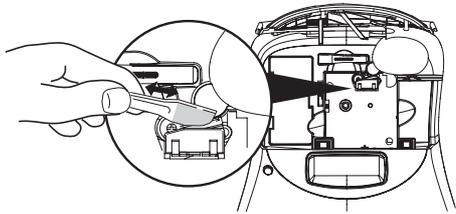

Abb. 11
3. Säubern Sie den Druckkopf vorsichtig mit der weichen Seite des Stiftes. Siehe Abb. 11